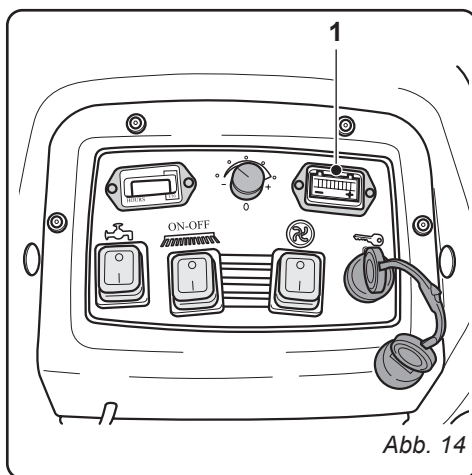

Abb. 14
8.1.g - Alarmauflistung (Abb. 14)